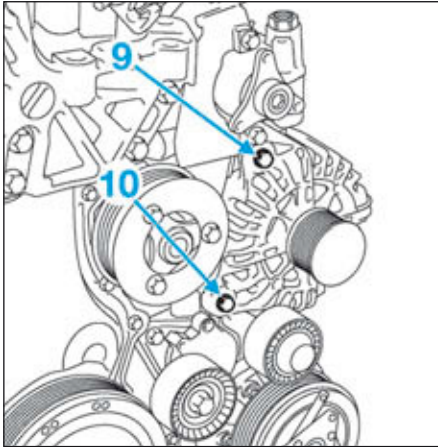

FIG.9
- Déposer la vis supérieure (9) et desserrer la vis inférieure (10) (Fig.9).